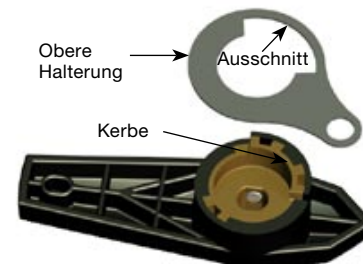

Abb. 4
4. Drehen Sie den **Griff auf den Kopf** und positionieren Sie die **obere Halterung** auf den Sockel des Griffs. Richten Sie dabei den **Ausschnitt** in der Halterung mit der **Kerbe** auf dem Griff aus. Abb. 4